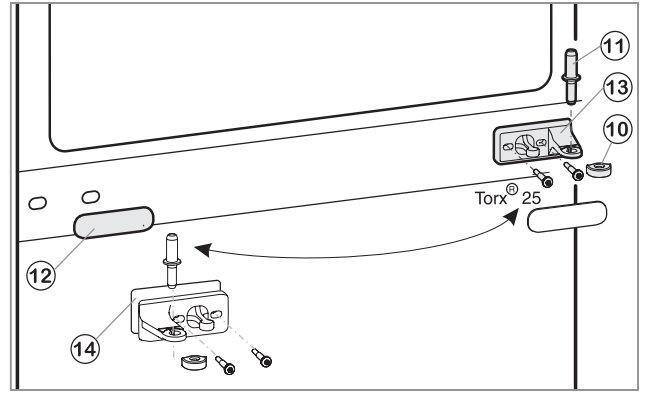

Fig.2
- Вытащите из опорного кронштейна и нижней дверцы средний опорный винт Fig. 2 (11).
- Снимите пластмассовый колпачок Fig. 2 (10).
- Открутите средний опорный кронштейн Fig. 2 (13) (2 шт. Torx® 25).
- Осторожно снимите накладку Fig. 2 (12).
- Прикрутите средний опорный кронштейн Fig. 2 (13) с подкладкой Fig. 2 (14) с поворотом на 180° на новую сторону шарнира (с моментом 4 Нм).
- Защелкните накладку Fig. 2 (12), повернув на 180°, на стороне, где теперь будет ручка.
- Снова наденьте пластмассовый колпачок Fig. 2 (10) на средний опорный кронштейн Fig. 2 (13).
- Вставьте средний опорный винт Fig. 2 (11) на новой стороне шарнира через средний опорный кронштейн Fig. 2 (13) в нижнюю дверцу.
- Установите верхнюю дверцу на средний опорный винт Fig. 2 (11).
- При необходимости выровняйте дверцы через два продольных паза в нижнем опорном кронштейне и среднем опорном кронштейне Fig. 2 (13) параллельно корпусу устройства. Для этого выкрутите средний винт на нижнем опорном кронштейне.